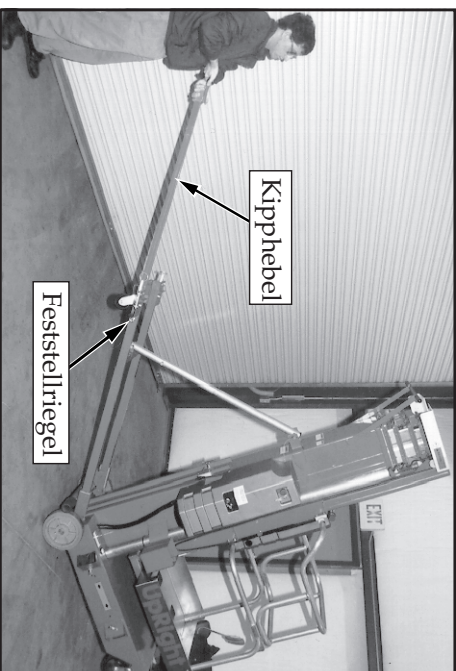

Abbildung 8: Senken und Heben mit dem Kipphebel
4. Ziehen Sie den Kippgriff zur Kipp-, bzw. Hebeposition aus, indem Sie den Feststellriegel lösen und den Griff des Kippaufbaus herausziehen, bis der Feststellriegel einschnappt (Abb.8).
5. Schieben Sie den Kipphebel nach unten, bis die Anlage auf dem Kipprahmen zum Stehen kommt. Sowie der Masten nach hinten kippt, gleichen Sie das Gewicht der Maschine aus, indem Sie den Druck nach oben auf den Kipphebel erhöhen (Abb.8). Dies macht es möglich, die Maschine sanft auf den Kipprollen zum Stehen zu bringen.
3. Heben Sie am Kipphobel an. Sowie der Mast fast in der Vertikale steht, gleichen Sie das Gewicht der Maschine aus, indem Sie den Druck nach unten auf den Kipphobel erhöhen (Abb.8). Dies macht es möglich, die Maschine sanft auf den vorderen Laufrollen zum Stehen zu bringen.